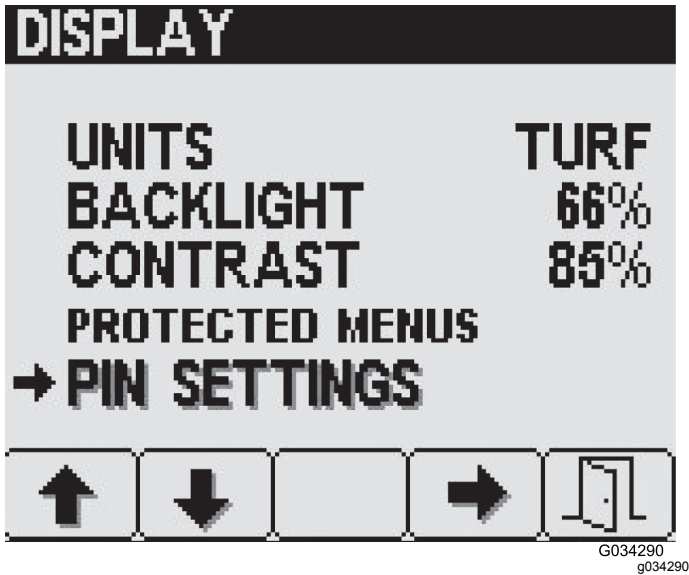

图31
- 在 Display 显示菜单屏幕按 2 号按钮导览至 PIN Settings PIN 设置选项然后按 4 号按钮选择 PIN Settings PIN 设置 图31。
1. 在 PIN SettingsPIN 设置屏幕按 2 号按钮浏览至 PIN ChangePIN 更改选项然后按 4 号按钮选择 PIN ChangePIN 更改 图31。